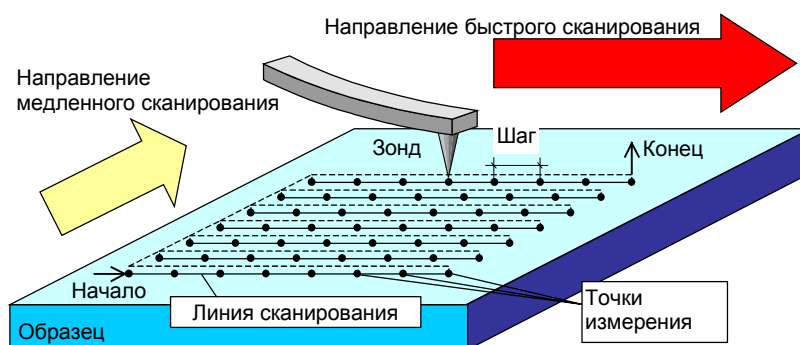

Рис. 1.3. Движение образца под зондом в процессе сбора данных.
Горизонтальное перемещение образца в процессе сканирования (перемещение в плоскости XY) осуществляется посредством пьезокерамического сканера. Образец перемещается под острием зонда от точки к точке по растровой схеме (рис. 1.3). Сканер начинает перемещаться вдоль первой линии сканирования и обратно. Затем он осуществляет перемещение на один шаг в перпендикулярном направлении ко второй линии сканирования, движется вдоль нее и обратно. Затем снова осуществляет перемещение на один шаг в
Система управления XY-движением пьезосканера (7) генерирует сигналы для электродов $-X$, $-Y$, X , Y пьезосканера (11) для организации его движения по растровой схеме (Рис. 1.3). По такой же схеме перемещается исследуемая поверхность относительно неподвижного зонда.